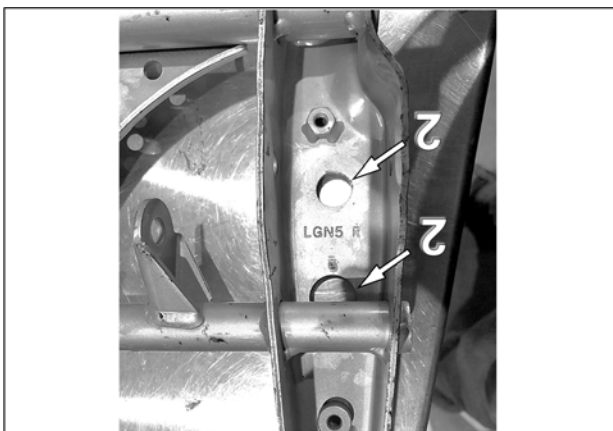

Fig. 5
5. Retirer le boulon de fixation (1) de l'amortisseur de suspension au bras de suspension inférieur. Pivoter l'amortisseur suffisamment pour accéder aux trous (2) déjà existants dans le bras de suspension, près de la fixation de l'amortisseur. Voir la Fig. 5